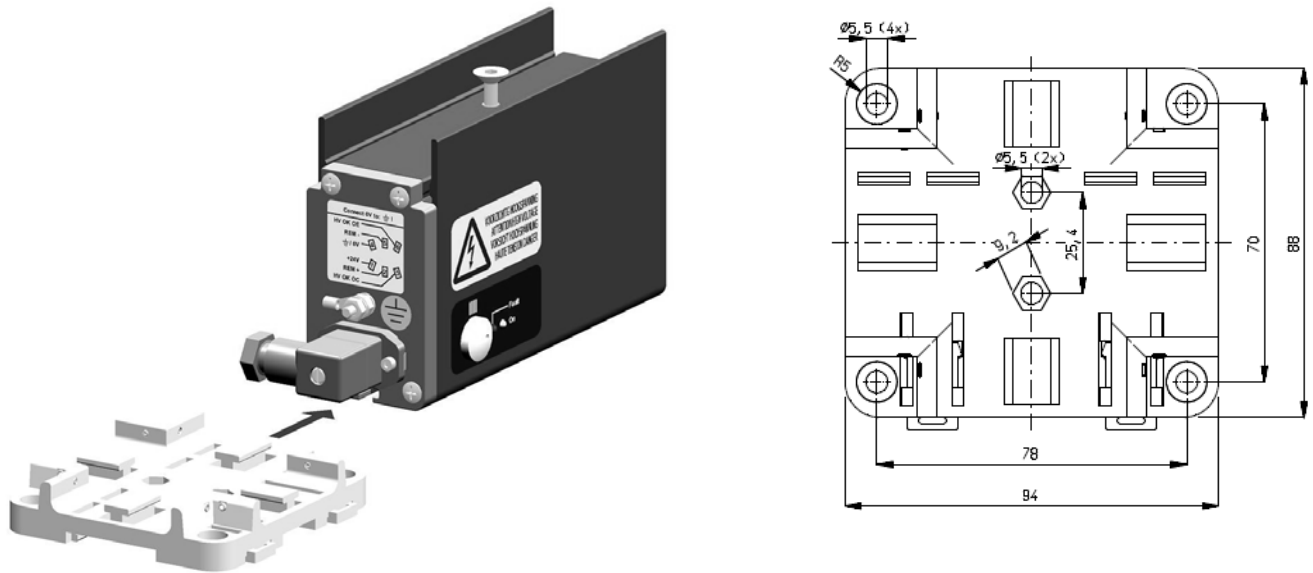

Abbildung 1
- Montieren Sie den Ionensprühstab mit den Emittlern in Richtung auf das zu entladende Material. Verwenden Sie hierzu die mitgelieferten Montagemittel, siehe Abb. 1.